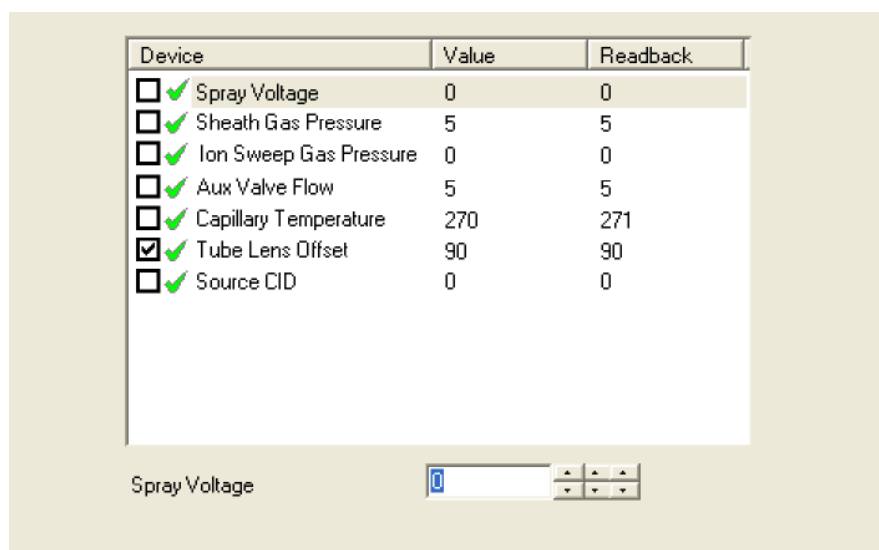

图6-2. 优化化合物敏感装置视图
- i. 选择**Display（显示） > Compound Dependent Devices（化合物敏感装置）**，在工作区域右上角显示Optimize Compound Dependent Devices（优化化合物敏感装置）视图，见图6-2。